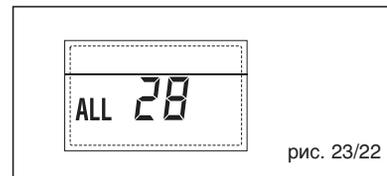

рис. 23/22
– НЕПОЛАДКА КОЛИЧЕСТВА ПОДКЛЮЧЕННЫХ ПЛАТ “ТРЕВ 29” (рис. 23/23)